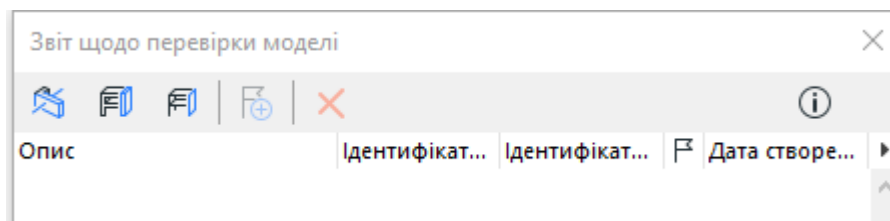

Рисунок 3.3 – Форма звіту щодо перевірки моделі
6.Результат буде наведений у звіті Перевірки Моделі. Проблеми, що стосуються Колізій, позначаються у Звіті. Натисніть кнопку інформації, щоб побачити кількість колізій (рис.3.3).